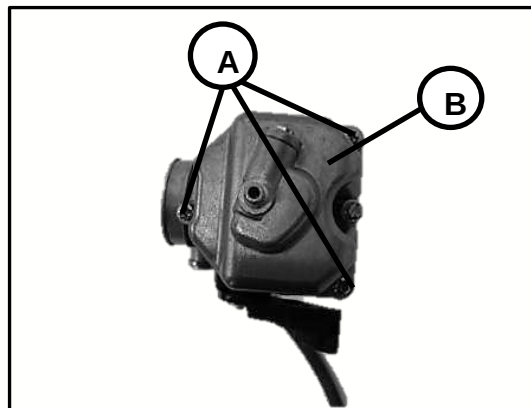

Fig.2.6
- Retire la tasa del carburador [B]. Fig.2.6